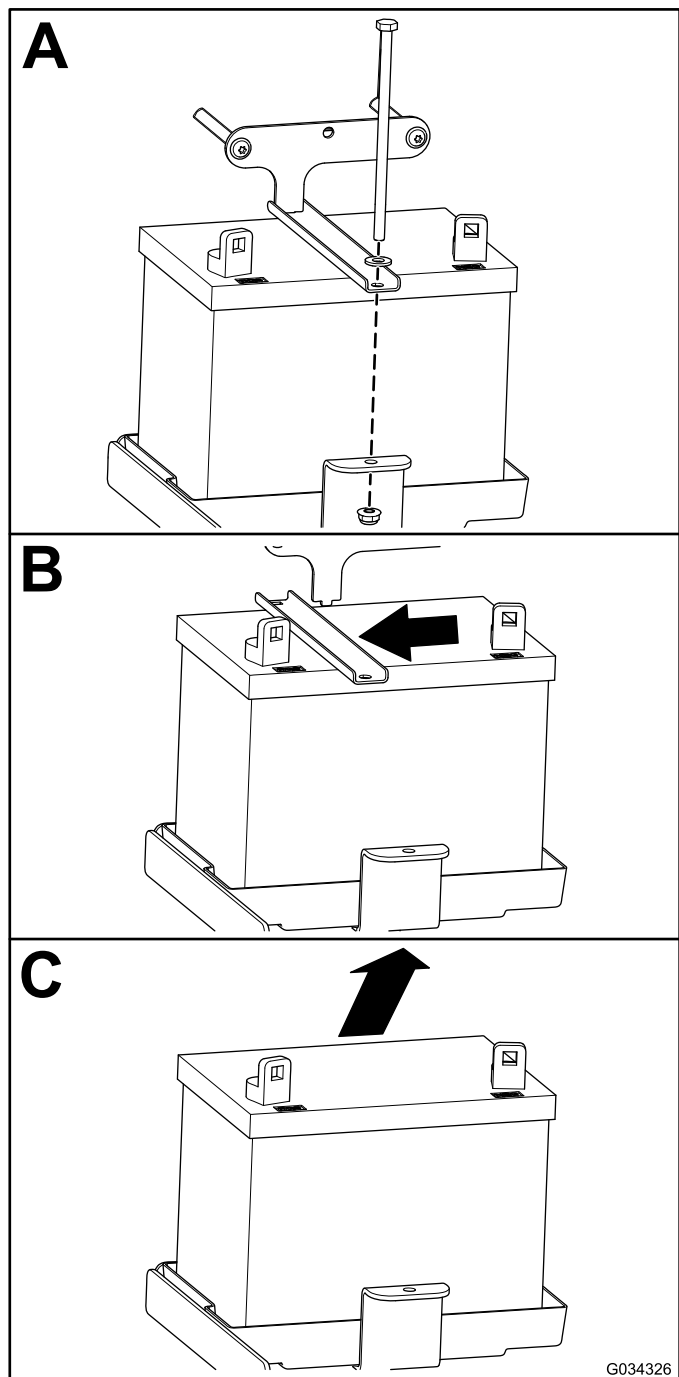

Figura 45
2. Retire la batería como se muestra en la Figura 45.